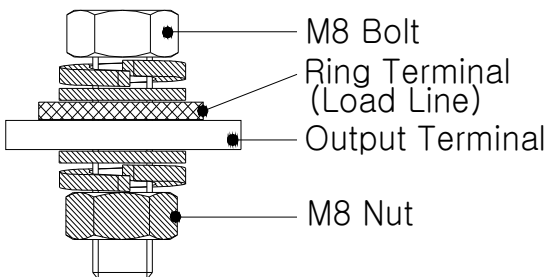

Fig.13 Output terminal & Load line
- o Output Terminal에 출력 부하선을 연결 시 Fig.13를 참조바랍니다.